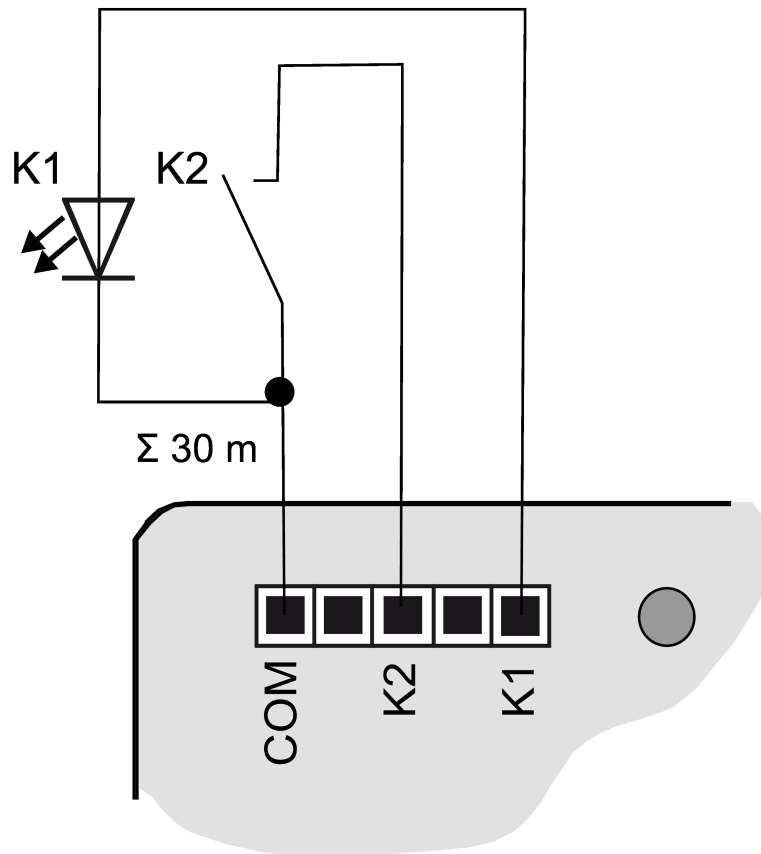
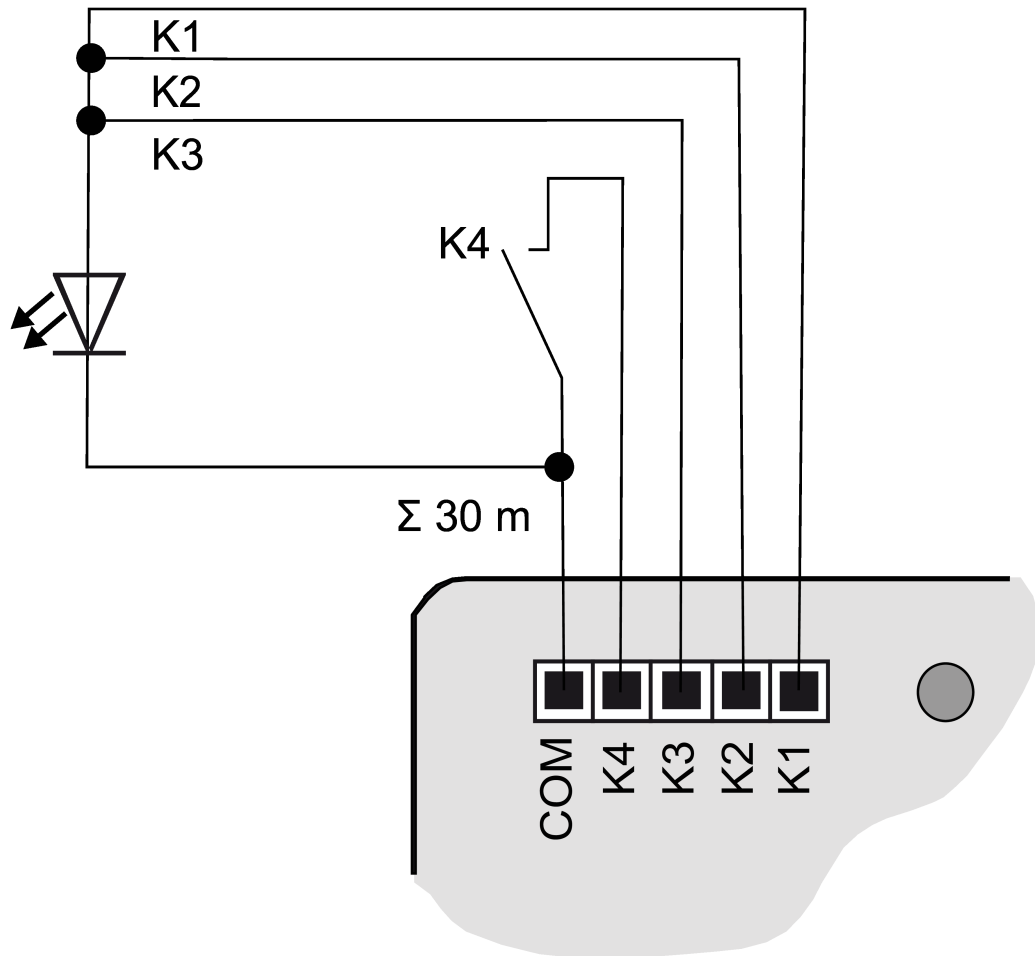

Bild 6: Anschlussbeispiel Tasterschnittstelle 2fach
Bild 9: Anschlussbeispiel mit parallelgeschalteten Ausgängen
- Taster, Schalter, Kontakte, LED oder NTC gemäß Anschlussbeispiele mit beigelegten Anschlussleitungen (4) anschließen (siehe Bild 6) bis (siehe Bild 9). Die Anschlussbeispiele zeigen die Verwendung mit Eingängen und Ausgängen.
- i** Zur Erhöhung des Ausgangsstroms können Ausgänge bei gleicher Parametrierung auch parallel geschaltet werden, im Beispiel (siehe Bild 9) K1-K3 sind hier parallel geschaltet.